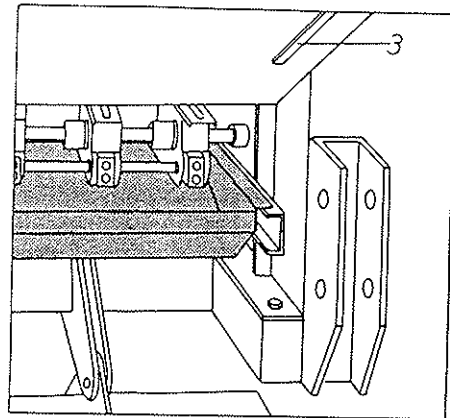

Fig. 2
**DOS.-** Paso ancho, dentado a tresbolillo, para semillas normales y grandes (Fig. 2 y 3).
**SEGUNDO.-** Se retira la bandeja de su asiento de transporte (3 - Fig. 2) y se desliza horizontalmente debajo de los dosificadores.